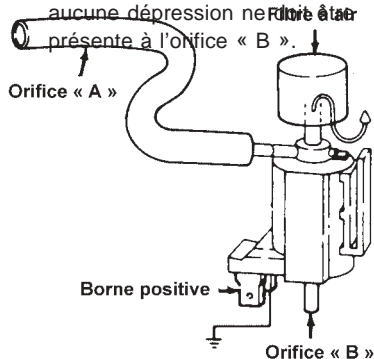

FIGURE 12 : Électrovanne de dépression de commande de ralenti typique
- 1) Débranchez les connecteurs de dépression et électriques de l'électrovanne. Branchez la pompe à l'orifice « B » et essayez d'appliquer la dépression avec la pompe. L'aspiration doit s'échapper par l'orifice « A » (FIGURE 12)